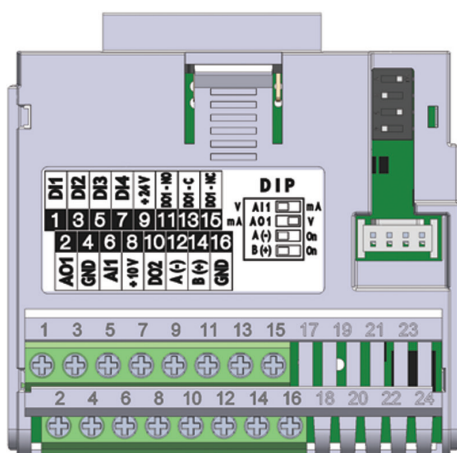

Figura 18.1: Módulo Plug-in CFW500-IOS
O módulo plug-in CFW500-IOS possui somente a interface Serial (1) através da porta RS-485 nos bornes 12 (A-) e 14 (B+), veja Figura 18.1 na página 18-1.